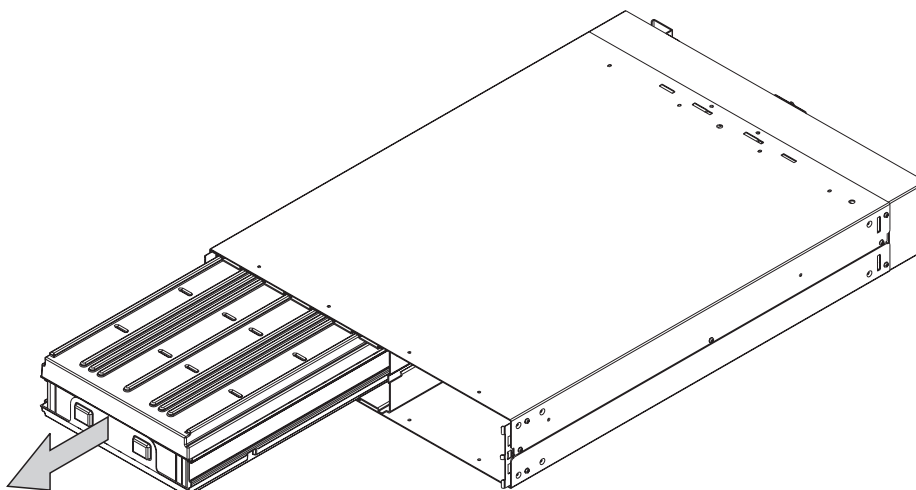

図 69. 無停電電源装置 5125 のバッテリーの取り外し
4. バッテリー・プレートを取り外して、バッテリーをつかめるようにします (224 ページの図 69 を参照)。